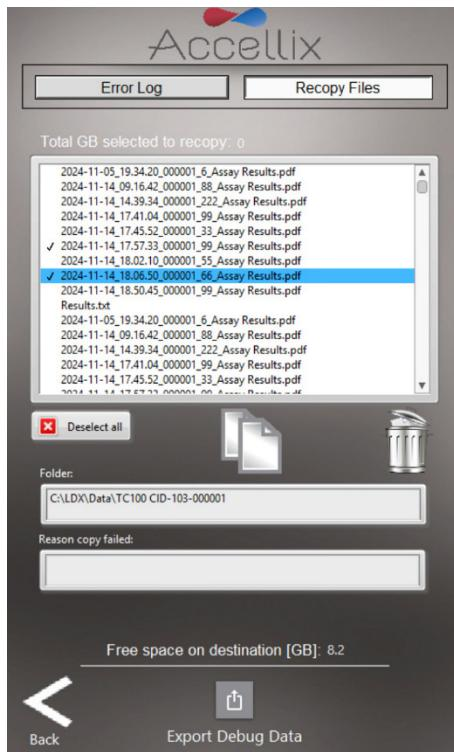

图23：重新复制文件
2. **Recopy Files**（重新复制文件）选项卡将显示所有之前未复制的数据文件（图 23）。